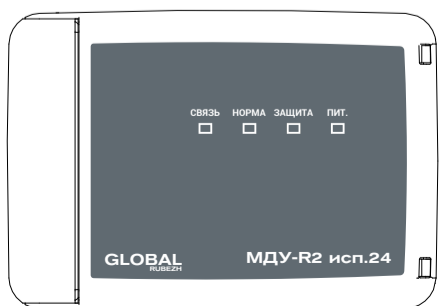

Рисунок 1
- 5.1 Модуль конструктивно выполнен в пластмассовом корпусе. Корпус состоит из двух частей – основания и крышки. Крышка (рисунок 1) имеет окна для индикаторов СВЯЗЬ, НОРМА, ЗАЩИТА, ПИТ. (питание), расположенных на плате. Крышка откидная, фиксируется на основании с помощью двух замков.